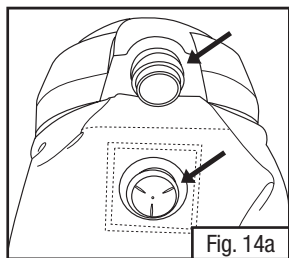

Fig. 14a
- Separe la lengüeta de plástico grande de la entrada de aire de los cascos de protección y suelte el trinquete de suspensión del orificio en el chaquetón exterior (Fig. 14a).
- Inserte la entrada de aire de los cascos a través del orificio en la lengüeta de plástico grande del chaquetón exterior. Empuje la lengüeta completamente por la entrada de aire de manera tal que quede al ras con la carcasa del casco. Inserte los extremos de la lengüeta de plástico por debajo de los labios de la carcasa. Introduzca el trinquete de la cabeza de suspensión a través del orificio en el chaquetón (Fig. 14a).